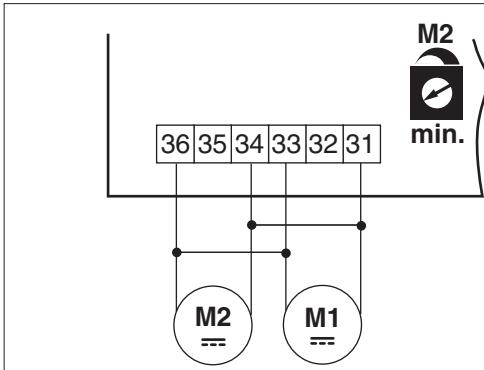

Abb. 5.1
M1 (M2)	 <p>Motorlaufzeit 1 (2). Von 0 bis 45 s. Das Öffnungs- Schließmanöver ist in die Abb. 3.3 und 3.4 schematisch dargestellt: das Manöver setzt sich zusammen zu einem Teil aus der mit VM eingestellten Geschwindigkeit der Dauer M1 (M2) und zum anderen aus einer gleichbleibenden Geschwindigkeitsabnahme (5 s beim Öffnen und 10 s beim Schließen). Mit M2 minimal erhält man den Betrieb mit nur 1 Motor oder mit 2 Motoren in Parallelschaltung, welche gleichzeitig durch M1 geregelt werden (zum Beispiel bei Anwendung am selben Torflügel), Anschluss siehe Abb. 5.1.</p>
Es können 2 Motoren wie in Abb. 5.1 in Parallelschaltung angeschlossen werden (z. B. mit zwei BOX-Motoren).